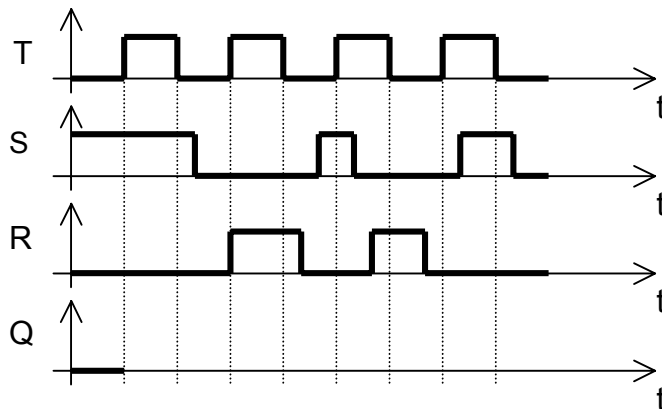

Bild 1.2.3
- 1.2.3 Ergänzen Sie auf dem Arbeitsblatt das im Bild 1.2.3 dargestellte Signal-Zeit-Diagramm für ein getaktetes zustandsgesteuertes RS-Flipflop. Den Zustand für die aktive Taktphase bestimmen Sie selbst. (3 BE)